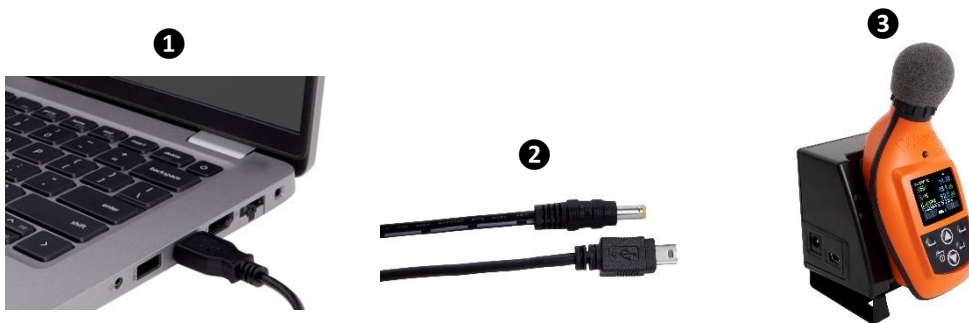

Figure 3-4 : Communication : connexion d'un Edge à un PC
2. Branchez le câble USB à l'ordinateur (voir **1** dans Figure 3-4).